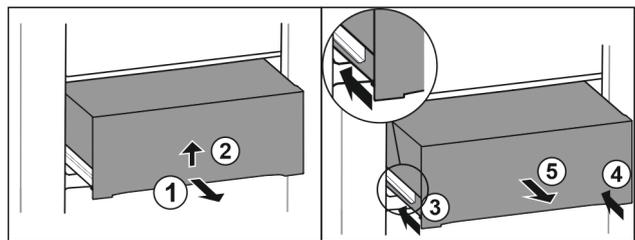

Fig. 26
- ▶ Изтеглете чекмеджето наполовина. Fig. 26 (1)
- ▶ Повдигнете чекмеджето от долната страна. Fig. 26 (2)
- ▶ Вкарайте лявата релса. Fig. 26 (3)
- ▶ Вкарайте дясната релса. Fig. 26 (4)
- ▶ Извадете чекмеджето напред. Fig. 26 (5)